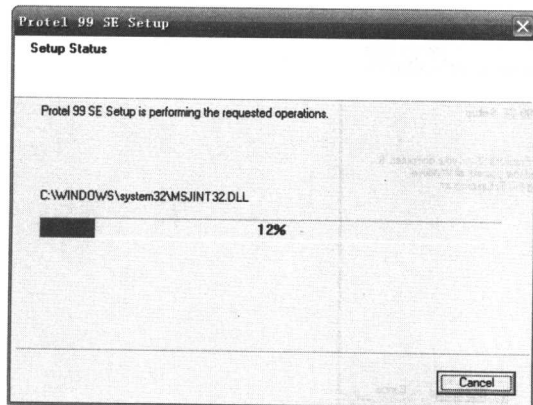

图 1-6 Protel 99 SE 的安装进度
(6) 单击 **Next >** 按钮, 弹出如图 1-6 所示的对话框, 系统将自动显示 Protel 99 SE 的安装进度。